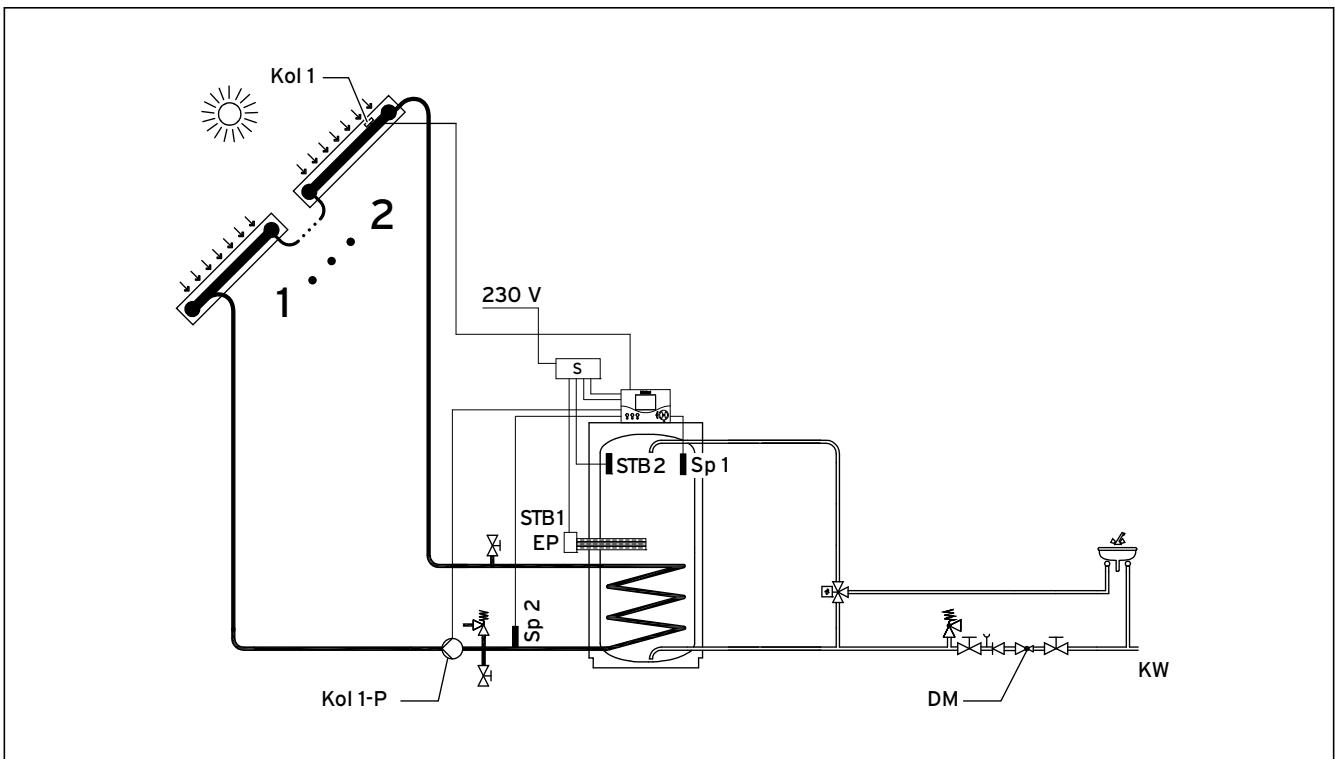

Fig. 5.8 Schéma hydraulique 2
**Légende concernant les fig. 5.8 et 5.9**